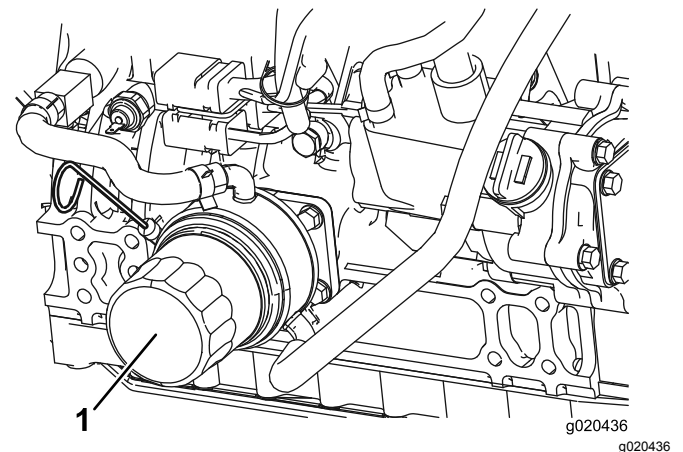

Figura 30
2. Retire o filtro do óleo (Figura 30). Aplique uma leve camada de óleo limpo no vedante do filtro novo antes de o montar. Não aperte demasiado.